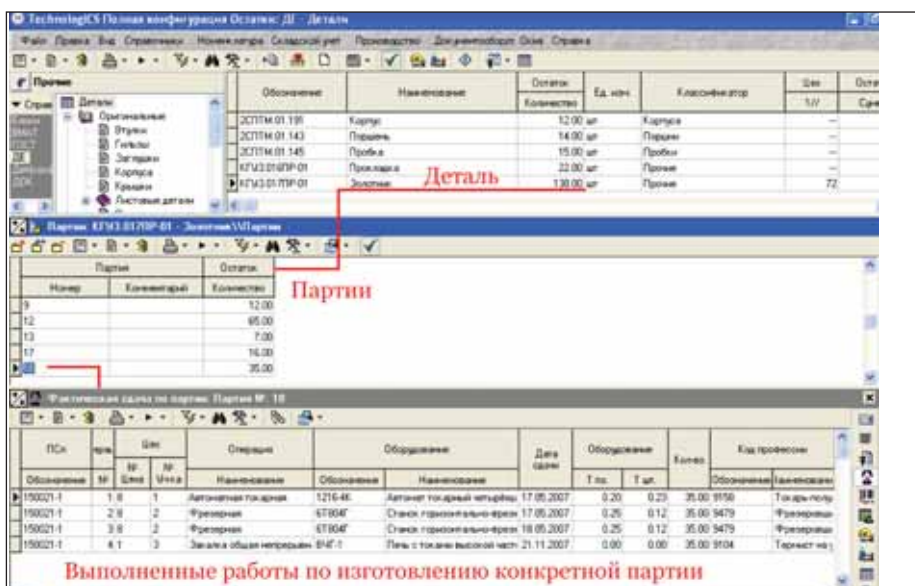

Рис. 19. История изготовления интересующей партии деталей
- какие технологические операции по обработке интересующей партии деталей на текущий момент уже выполнены, сколько сдано годных и на какой операции, был ли брак и по какой причине, кто выполнял операции и т.д. (рис. 19);